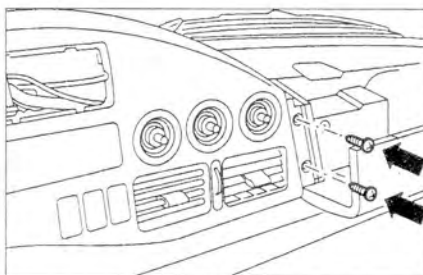

Рис. 9.16. Открутите винты (стрелки).
5. Открутите винты (стрелки) (рис. 9.16).